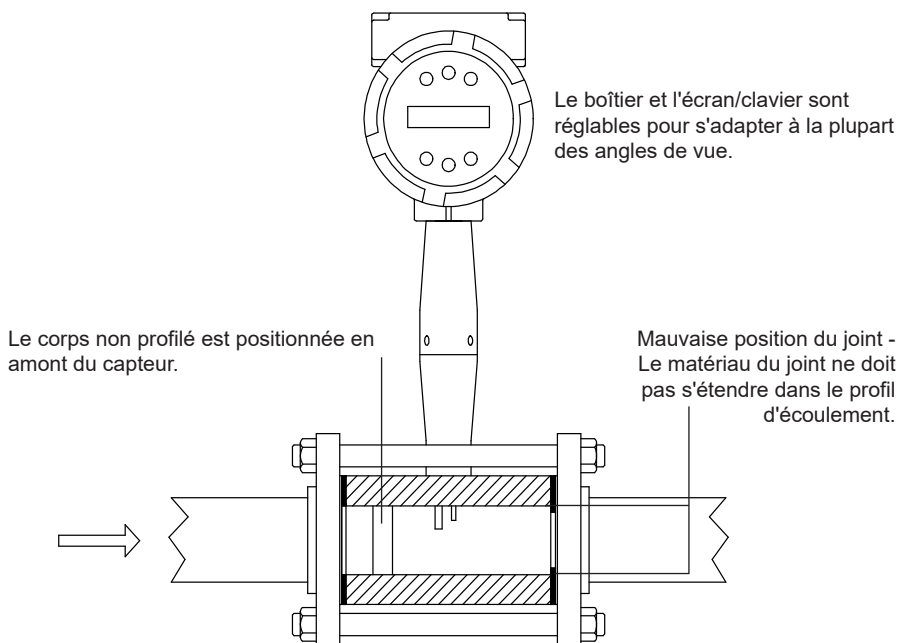

Fig. 6 Installation d'un débitmètre de type Sandwich
Installer le débitmètre en ligne VLM20 entre deux brides de tuyauterie conventionnelles, comme le montrent les figures 6 et 7. Le tableau 1 indique les longueurs minimales recommandées pour les goudjons en fonction de la taille du corps du compteur et des différents calibres de brides.
4. Placer les goujons restants entre les brides du tuyau. Serrer les écrous dans l'ordre indiqué à la figure 6. Vérifier l'étanchéité après avoir serré les boulons de la bride